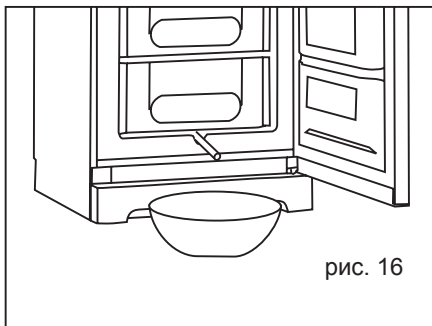

рис. 16
3. Вытащите воронку стокового отверстия в нижней части морозильного шкафа и поместите под него емкость для сбора талой воды (рис.16). Если воронка примерзла, положите на нее на несколько минут кусок ткани, предварительно смоченный в горячей воде.